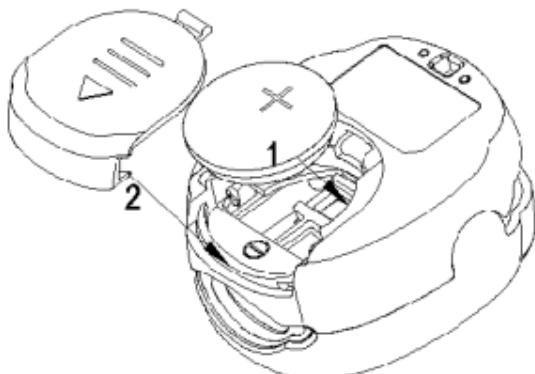

Figura 2
1. Inserire la batteria nell'apposito alloggiamento, controllando che il verso di inserimento sia corretto (come indicato in Figura 2).